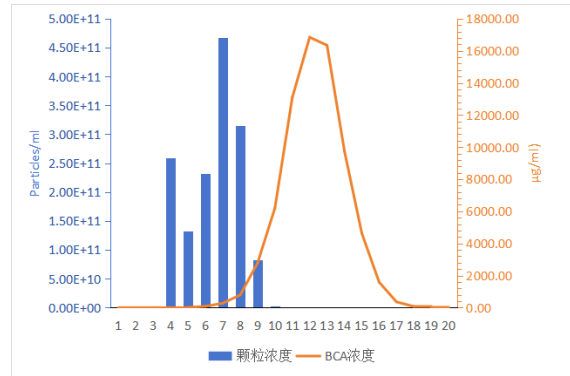

图 2. Exosupur®微量排阻柱分离血浆外泌体的馏分分布结果
2. 0.2ml 血浆样本进行排阻分离操作。通过 BCA 测定 Exosupur®柱的各个馏分的蛋白浓度，通过纳米流式仪测定各个馏分的颗粒浓度，结果如图 2 所示。
从图 2 中可以看出：使用本产品 Exosupur®微量排阻柱处理 200μl 血浆样本时，外泌体的富集十分明显，且主要存在于 4-8 馏分中。而杂蛋白主要存在于 9 号之后的馏分。大于 9 的馏分通常含有高浓度的杂蛋白不建议用做分析。本次实验颗粒回收率为 94%，杂蛋白去除率为 98%。如果需要进行血浆 SEV 蛋白质谱等研究，建议采用高纯度外泌体收集方案，即收集 4-7 馏分。